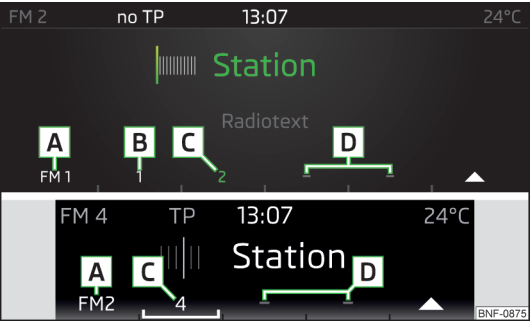

Fig. 99
- Para **guardar as emissoras**, selecionar o grupo de armazenamento com a tecla de função **A** » Fig. 99 e manter premida a tecla de estação desejada.
Teclas de estação para emissoras preferidas » Fig. 99